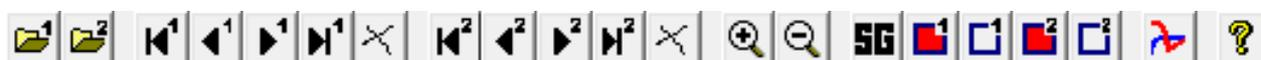
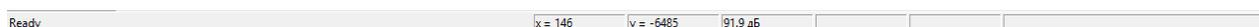

Рис. 14.1. Панель инструментов
Рис. 14.3. Строка состояния
**Панель инструментов** (рис. 14.1) состоит из кнопок, на которых изображены пиктограммы. С каждой кнопкой связана операция, дублирующая, в большинстве случаев, какую-либо команду главного меню.
В **Строке состояния** (рис. 14.3) отображаются краткие подсказки при работе с меню и **Панелью инструментов** (рис. 14.1), а также указывается позиция курсора (координаты X и Y) в пределах активного окна и дополнительная информация для некоторых окон.